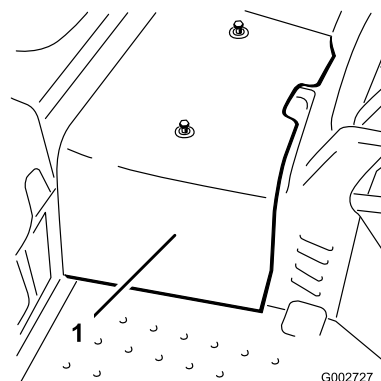

Bild 41
2. Lösen Sie die zwei Schrauben, mit denen die mittlere Haube an der Maschine befestigt ist, und nehmen Sie die Haube ab (**Bild 41**).